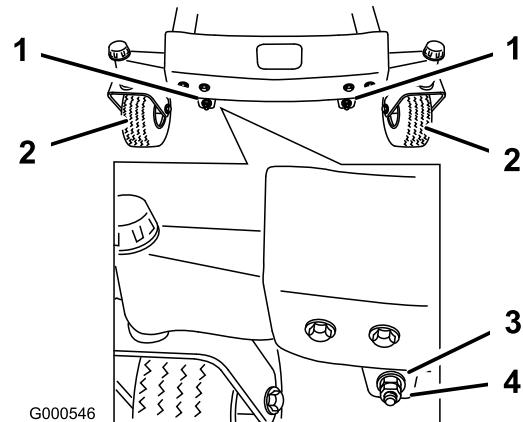
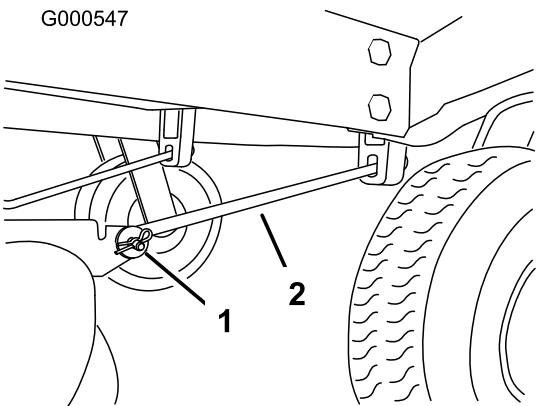

Bild 47
Bild 48
11. Nehmen Sie für das Einstellen der Schnittmesserneigung in Längsrichtung die Sicherungsmuttern ab. Drehen Sie dann die Einstellmuttern vorne am Mähwerk (Bild 47).
13. Prüfen Sie, nachdem beide Einstellmuttern gleichmäßig eingestellt worden sind, erneut die Schnittmesserneigung in Längsrichtung. Fahren Sie mit der Einstellung der Muttern fort, bis die vordere Schnittmesserspitze um 1,6-7,9 mm tiefer liegt als die hintere Spitze (Bild 47).
Hinweis: Stellen Sie nach dem Einstellen der Einstellmuttern sichern, dass die Stützstangen kein Spiel aufweisen (Bild 48). Ziehen Sie die Stangen fest, wenn ein Spiel vorhanden ist (Bild 47).
4. Nehmen Sie an jeder Seite des Mähwerks den Splint und den Lastösenbolzen aus der vorderen Stützstange (Bild 48).
- Befestigen Sie die vorderen Stützstangen mit den Lastösenbolzen und Splints an der Maschine (Bild 48).